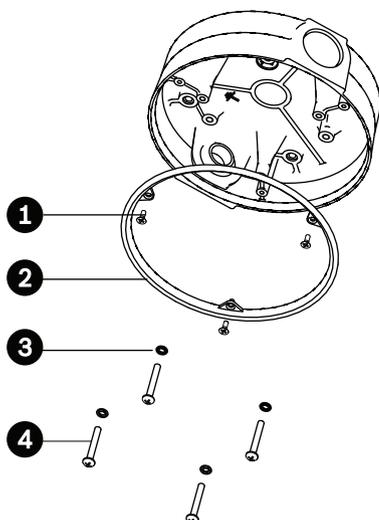

Figura 4.6 Colocação da junta circular e do anel de retenção para instalação exterior
3. Faça os quatro (4) orifícios no local de instalação. Utilize parafusos com um comprimento mínimo de 10 mm (.39 pol.).
5. Enrosque as quatro (4) juntas circulares de 3,97 mm de Di por $\varnothing 1,78$ mm (item 3, *Figura 4.6*) nos quatro (4) parafusos de cabeça chata M4 ou #10 fornecidos pelo utilizador. As juntas circulares são fornecidas com a câmara para exterior AutoDome Easy II.
- b. Enrosque o lado plano da junta (item 1, em baixo) no lado côncavo do anel de retenção (item 2). A figura em baixo mostra uma secção transversal da junta no anel de retenção.